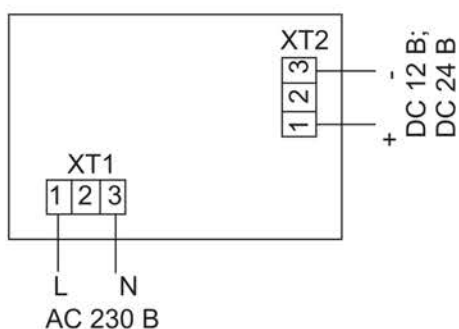

Рисунок 3
4.4.4 Подключение светильника ДПА 5032-3, ДПА 5043-3 к питающей сети переменного тока 230 В производить к контактам клеммной колодки ХТ1 (рисунок 3), расположенной на плате управления, согласно маркировке: (L) фазный проводник, (N) нейтральный проводник сети.